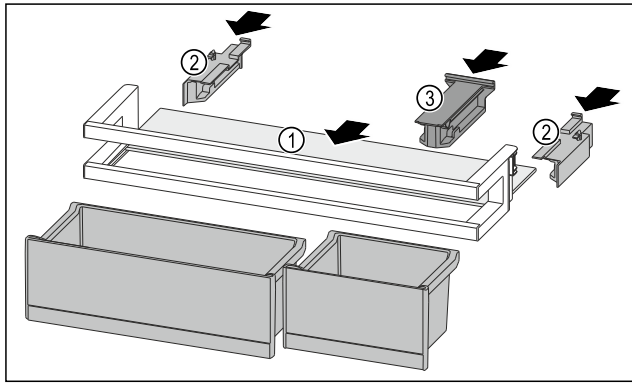

Fig. 201
- Inserire il ripiano Fig. 201 (1) negli incavi laterali.
- Inserire gli elementi laterali Fig. 201 (2).
- Inserire l'elemento di tenuta Fig. 201 (3).